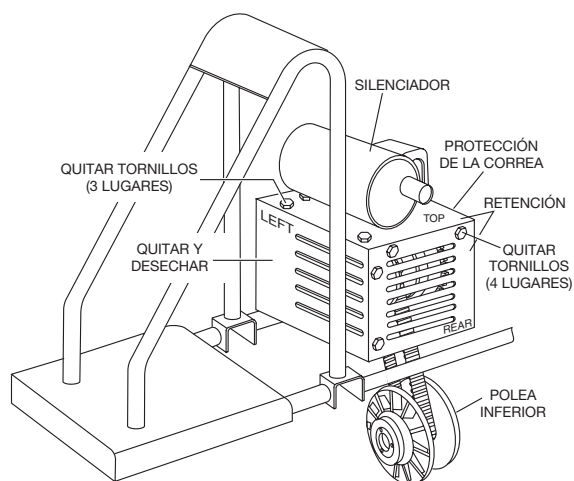

Figura 7. Retiro de la protección de la correa
1. Quite los accesorios de retención que aseguran el panel izquierdo de protección de la correa. Retire el panel y deséchelo. Este elemento no se va a volver a usar en el reensamble. Consulte la Figura 7.